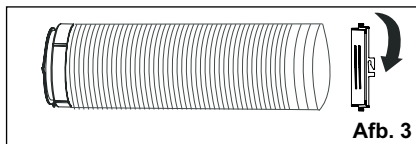

Afb.1
1. Verleng beide zijden van de slang (Afb.1) en schroef de slang aan aansluiting A (Afb.2).